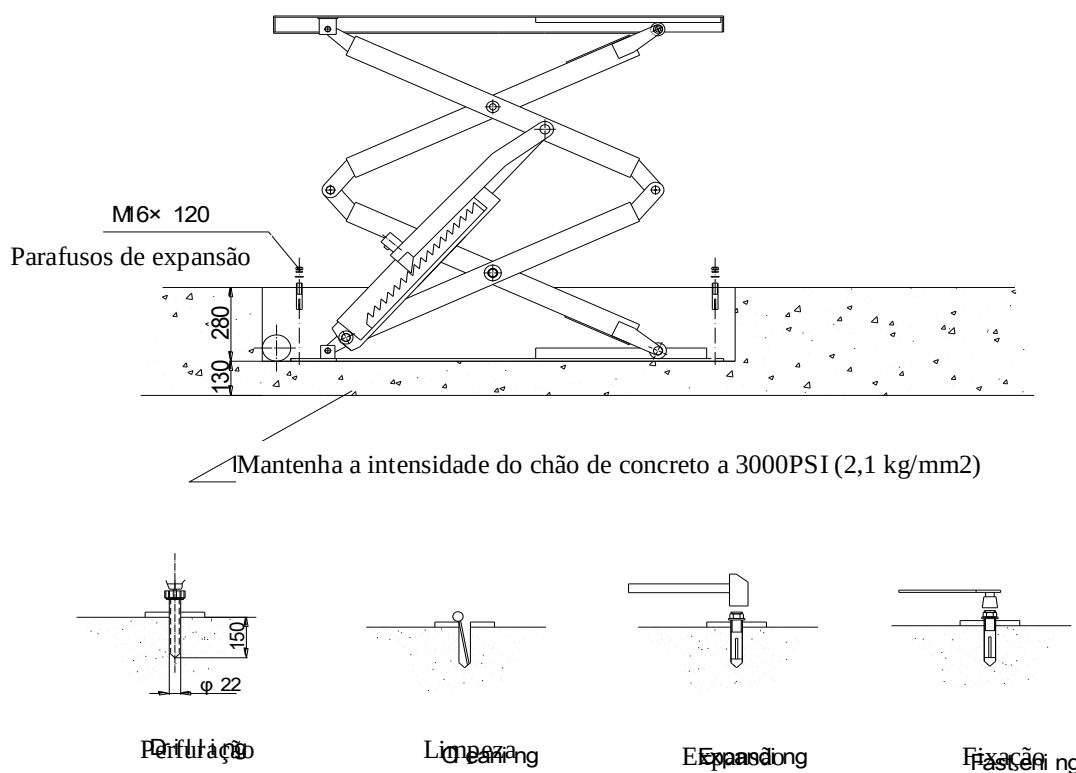

Fig.10
- Aperte as porcas para fixar os quadros básicos nos fossos.(Fig.10)